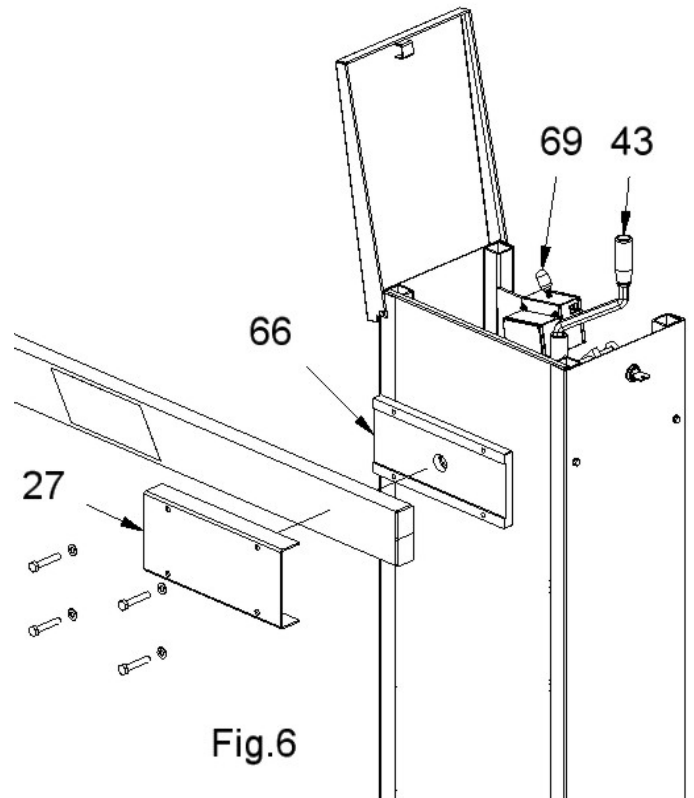
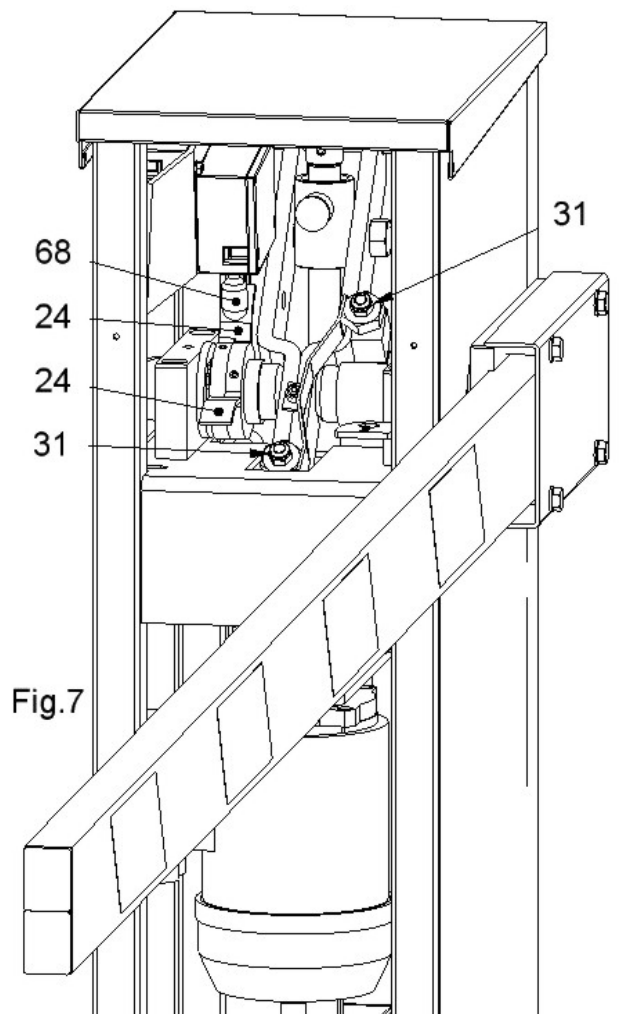

Fig.6
Fig.7
4.3) **I** Azionare manualmente la vite (pos.60 vedi cap.10 esploso componenti) con la maniglia (pos.43), finchè la ganascia porta asta (pos.66) è orizzontale. Bloccare l'asta sulla ganascia (pos.66) con il copri ganascia (pos.27) e le 4 viti M8 (fig.6). Manovrare manualmente con la maniglia (pos.43) la salita e la discesa dell'asta e verificare l'esatto intervento sia del finecorsa elettrico di salita/discesa (pos.68 vedi fig.7) sia degli arresti meccanici (pos.31 vedi fig.7) già preregistrati. Collegare la linea di alimentazione, le linee dei comandi e degli accessori alla centrale di comando (pos.134 vedi cap.10 esploso componenti) secondo le normative vigenti. Collegare a massa. Per i collegamenti elettrici alla centrale elettronica di comando e per eventuali programmazioni e/o regolazioni utilizzare le istruzioni di collegamento a corredo della stessa. Il finecorsa (pos.69) blocca il funzionamento elettrico a coperchio aperta
(GB) Release the barrier manually with the handle (43) until the boom-clamp (66) comes to the horizontal position. Fasten the boom on the clamp with the supplied cover (27) and the M8 screws (fig.6). Manually operate the barrier up and down by the release handle and check that the pre-adjusted mechanical stops (31) grant the perfect horizontal and vertical alignment (fig. 7). Make sure that the electric limit-switch (68) is correctly activated both in opening and closing. Wire the main power, controls and accessories to the control panel (134). Make sure that all the electrical wirings comply with current UE regulations and national standards required. Provide the installation with a safety ground connection. For the electrical wirings, please refer to the dedicate instructions of the control panel.
(F) Déverrouillez manuellement la barrière avec la manivelle (43) jusqu'à ce que l'étau de la lisse (66) soit en position horizontale. Fixez la lisse à l'étau à l'aide de sa patte de couverture (27) et des vis M8 (fig.6). Manœuvrez manuellement la barrière dans les deux directions et vérifiez le fonctionnement correct soit des fins de course électriques (68) soit des fins de course mécaniques (31) pour un alignement parfait de lisse en ouverture ainsi que en fermeture (fig. 7).
4.4) (I) L'eventuale regolazione del finecorsa elettrico (pos.68) di salita/discesa si effettua agendo sulle 2 camme (pos.24) poste sull'albero di manovra che vanno ad intercettare il finecorsa nei 2 sensi di marcia. Il finecorsa elettrico di salita /discesa deve attivarsi un attimo prima che l'arresto meccanico (pos.31) intervenga (fig. 7).
(GB) In case any adjustment of the electrical limit-switches is needed, move the two cams (24) on the shaft accordingly. Set the electrical limit-switches (fig. 7) so that the boom stops just before reaching the mechanical stops (31).
(F) Pour régler éventuellement les fins de course électriques (68) agissez sur le deux cammes (24) positionnées sur l'arbre de manœuvre. Réglez les fins de course soit en ouverture soit en fermeture de manière que la lisse s'arrête juste avant le fin de course mécanique (31) (fig.7).
Smontare la ganascia porta asta (pos.66 fig.6) fissata all'albero di manovra e riposizionarla sul lato opposto dell'albero di manovra previo smontaggio del tappo in plastica di colore nero che andrà a chiudere il foro lasciato libero sul lato opposto. Attenzione il serraggio della vite a brugola che fissa la ganascia all'albero di manovra deve rispettare i valori riportati sulla targa adesiva presente sulla ganascia (vedi fig. 8).